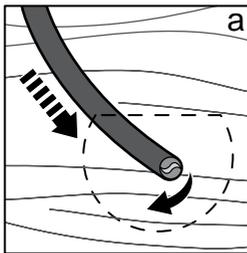
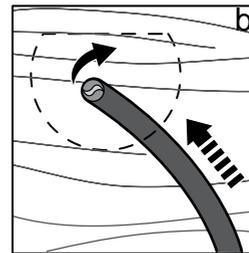

Fig. 22
Fig. 23
- > Veuillez noter que lorsqu'il est utilisé sans guide, le produit a tendance à tourner vers la droite s'il est déplacé en direction de l'opérateur (Fig. 22), et vers la gauche s'il s'éloigne de l'opérateur (Fig. 23).